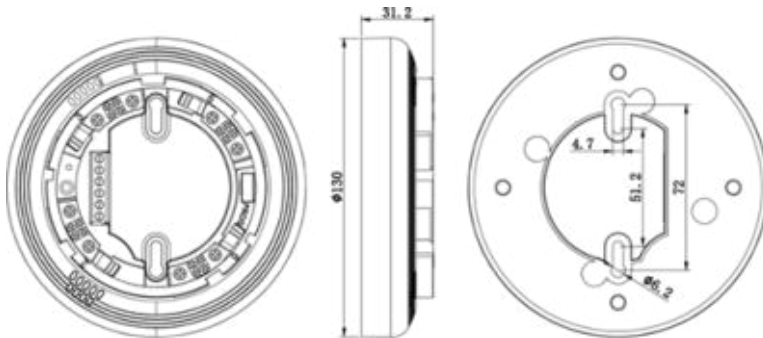

Рис. 1 Основная часть
1. Основной корпус AW-D115 показан на рис.1.
1. С помощью двух винтов закрепите основание изолятора через два эллиптических отверстия для винтов, показанных на рис. 1, а затем вставьте детектор в основание изолятора.